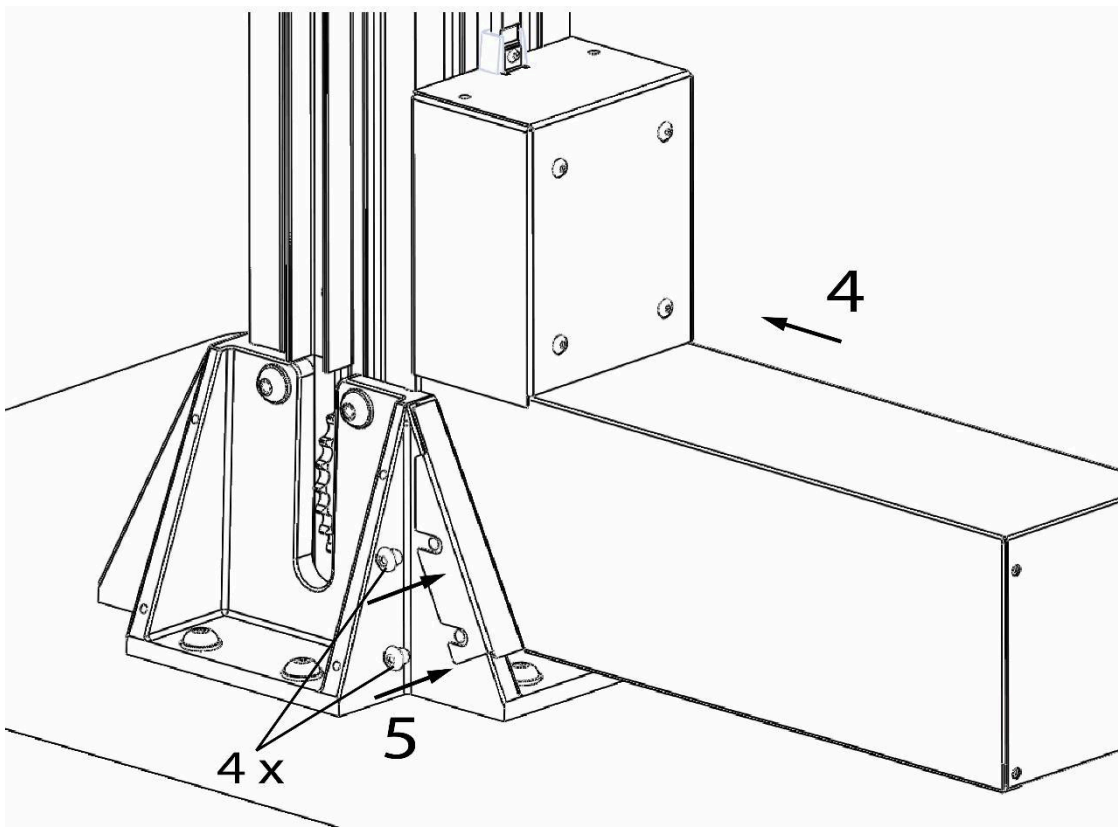

Figure 5 : Réinstallation du capot du moteur
9. Remettez le capot du moteur en place (**figure 5**).